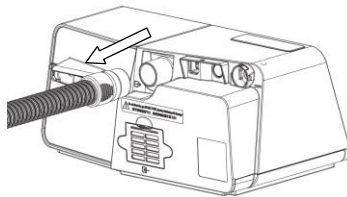
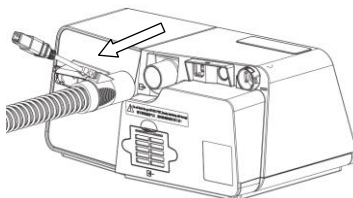

Fig. 19-4
Fig. 19-5
(1) Scoateți tubul din dispozitiv și masca înainte de curățare.
(2) Țineți de manșonul tubului de aer și trageți-l ușor, îndepărtându-l de dispozitiv, așa cum este indicat în Fig. 19-4. Sau deconectați alimentarea tubului încălzit, apoi țineți de manșonul tubului încălzit și trageți-l, îndepărtându-l de dispozitiv, așa cum este indicat în Fig. 19-5.